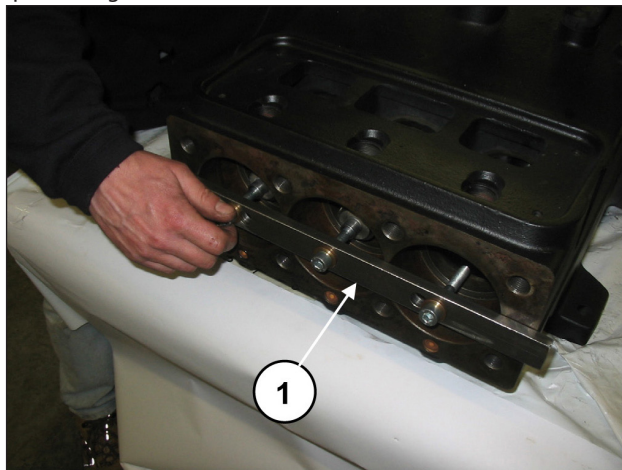

Fig. 25
Fare avanzare le semibielle nella direzione della parte idraulica per permettere la fuoriuscita dell'albero. Per facilitare l'operazione utilizzare l'apposito attrezzo (cod. 27566200), (pos. ①, Fig. 25).